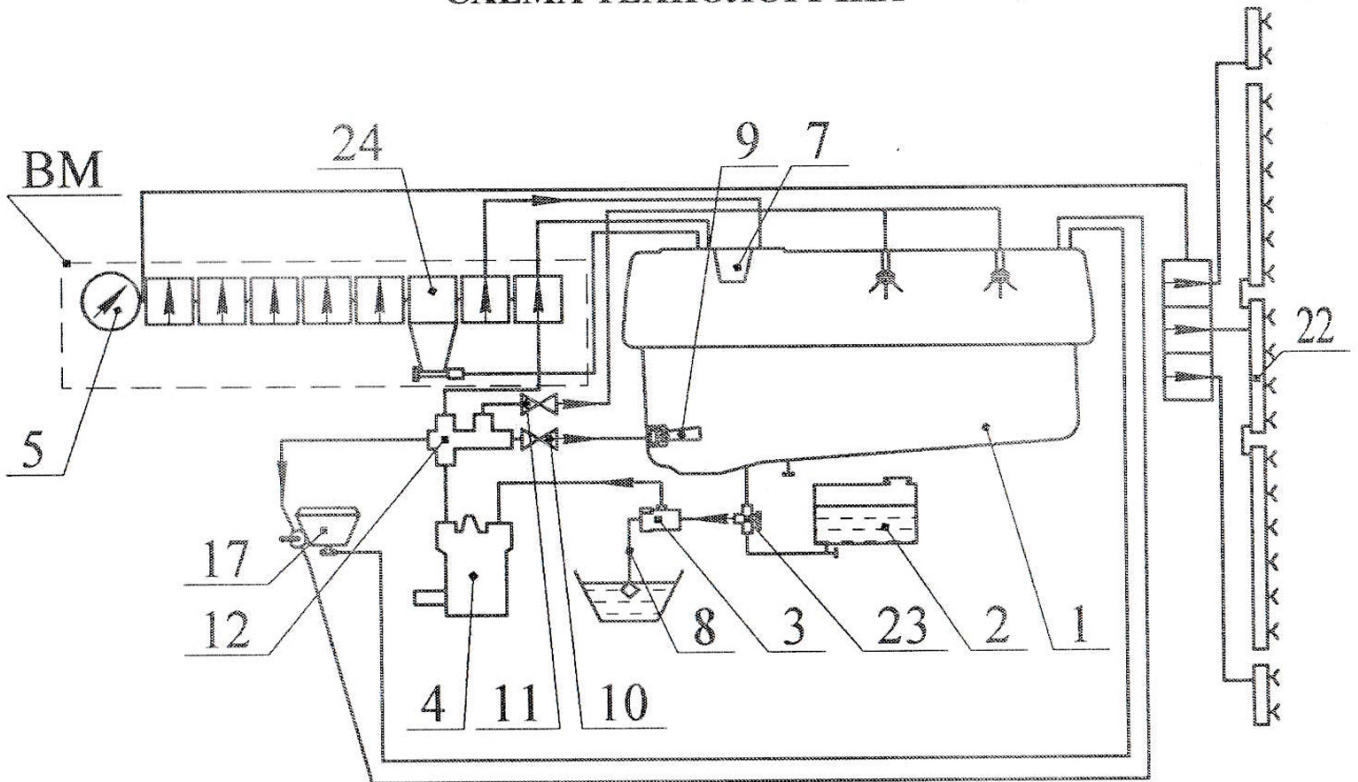
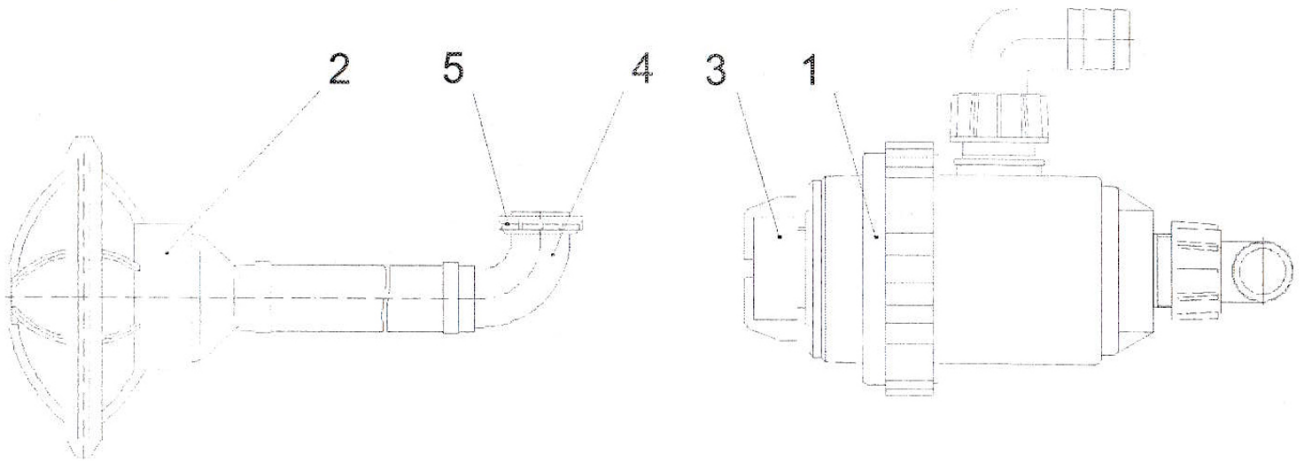

Рис. 3.3
Рис. 3.4
3.3 Робоча рідина з бака (1, рис. 3.3) через всмоктувальний фільтр (3) діафрагмовим насосом (4) через 3-секційний розподільник (ПК) подається на штангу (13). Частина рідини через гідрозмішувач (10) подається в бак для перемішування, а решта — на перелив. Необхідний робочий тиск встановлюється за допомогою регулятора тиску (6).
При самозаправці робоча рідина зі сторонньої ємності за допомогою заправного рукава (8, рис. 3.3), через всмоктувальний фільтр (3) насосом (4) подається в бак через розвантажувальний клапан виконавчого механізму (ВМ) і гідрозмішувач (9). Для проведення самозаправки необхідно:
- натиснути кришку клапана всмоктувального фільтра (3, рис. 3.4), повернути проти годинникової стрілки на 90° і вийняти її;
- під'єднати кутник (4) заправного рукава (2) і накрутити гайку (5) на різьбову частину;
- ручку розвантажувального клапана (рис. 3.3) перевести у верхнє положення;
- кран гідрозмішувача (10) повинен бути постійно відкритий при роботі та самозаправці. Після самозаправки вийняти заправний рукав із заправної ємності для того, щоб насос висмоктав рідину з рукава, і лише після цього виключити ВВП трактора та від'єднати заправний рукав.
При промивці комунікації вода з ємності (2, рис. 3.3) через кран триходовий (23) засмоктується насосом (4) і подається через кран (11) на сопла розмивача та через пульт керування виливається через штангу (22).